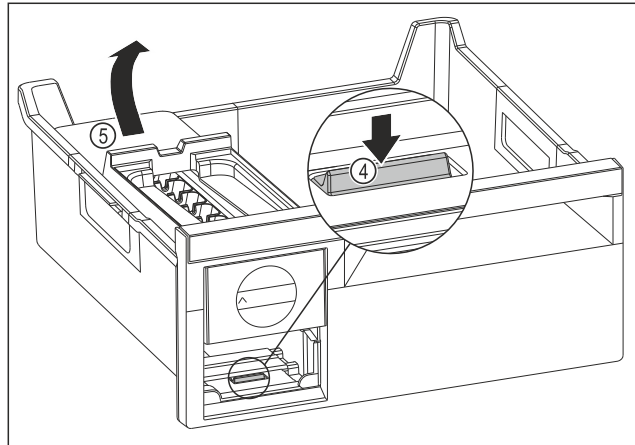

Fig. 110
- ▶ EasyTwist-Ice-Korpus entnehmen: Lasche Fig. 110 (4) mit Finger nach unten drücken und gleichzeitig mit der anderen Hand den EasyTwist-Ice-Korpus Fig. 110 (5) von hinten anheben.